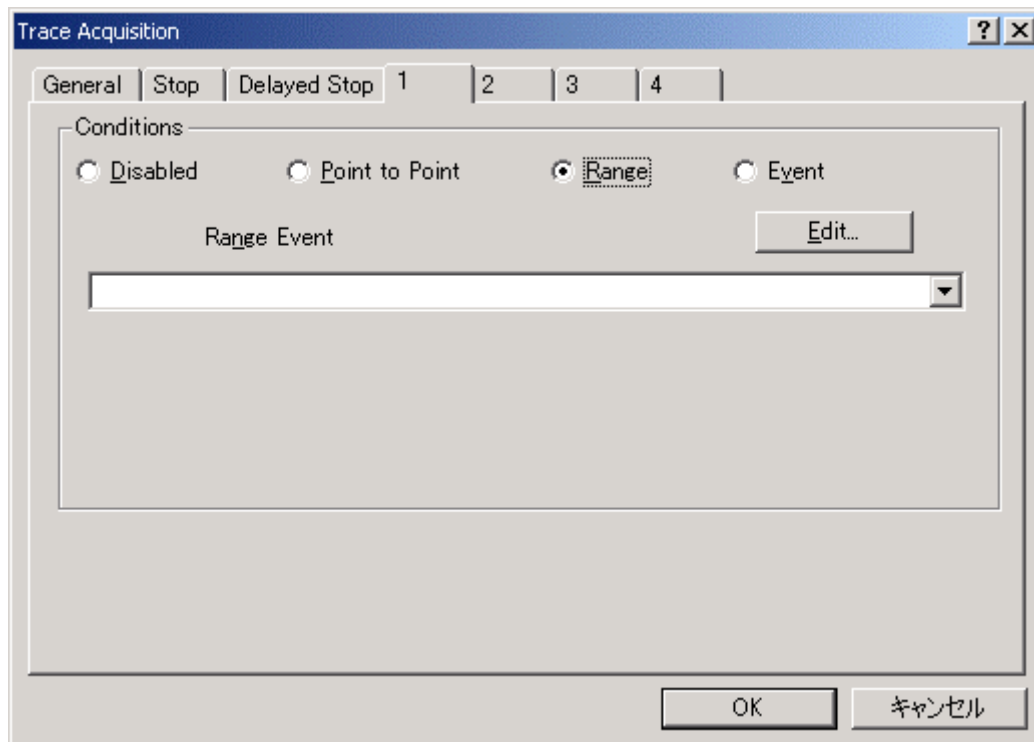

図 6-46 [Trace Acquisition]ダイアログボックス（1 ページ表示）
- (8)[1]ページを選択し、[Conditions]グループボックスの[Range]ラジオボタンをクリックします。クリックと同時に[Range Event]ドロップダウンリストボックスと[Edit...]ボタンが表示されます。（図 6-46 [Trace Acquisition]ダイアログボックス）
- (9)[Range Event]ドロップダウンリストボックスをクリックし、先ほど登録したイベントを選択します。これでイベントが有効となりました。[OK]ボタンをクリックし、トレースの設定は終了です。